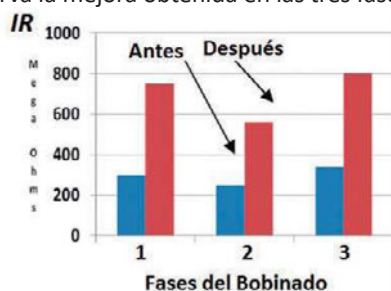

Figura 7. Pruebas de resistencia de aislamiento en $\text{M}\Omega$ en el bobinado.
Los resultados de la prueba de resistencia de aislamiento (IR) antes y después del proceso de limpieza se muestran en la figura 7, donde se observa la mejora obtenida en las tres fases.